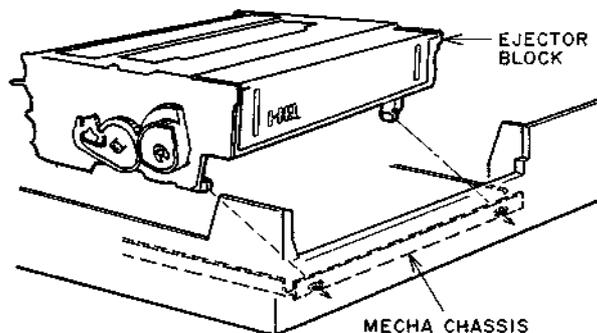

Fig. 4-2
- 1) Install the **EJECTOR BLOCK** on the **MECHA CHASSIS** as shown in Fig. 4-2.
- 2) Tighten two screws (A) and connect P504.
- 1) Poser l'ensemble éjecteur sur (Ejector Block) le châssis **MECANISME** de la manière illustrée à la Fig. 4-2.
- 2) Serrer les deux vis (A) (screw (A)) et connecter P504.